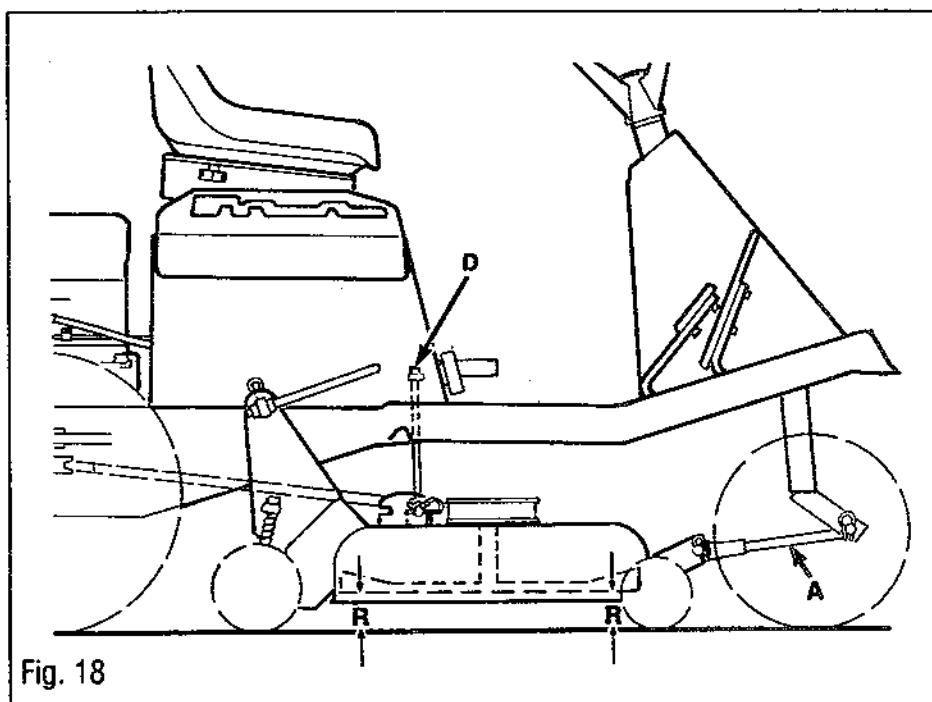

Fig. 18
4. Aligner une lame de coupe de façon à ce que les extrémités pointent vers l'avant et vers l'arrière. Mesurer la distance du bord avant de la lame au sol et du bord arrière de la lame au sol (R, Fig. 18). Les deux mesures doivent être égales. Si elle ne le sont pas, ajuster la barre avant (A, Fig. 18) suivant besoin. Soulever la tondeuse pour faire cet ajustement. Baisser la tondeuse à nouveau pour revérifier le niveau.
2. Mesurer la distance entre les pointes des lames et le sol. Les deux mesures doivent être égales. Si elle ne le sont pas, retirer la barre de levage de la tondeuse et la pousser vers le haut au travers du bâti pour que les écrous (D, Fig. 18) soient accessibles. Ajuster les écrous (D) suivant besoin. Remettre la barre de levage en place et revérifier le niveau. Répéter l'opération si nécessaire.